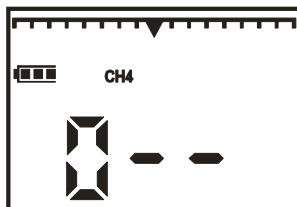

Рисунок 9.2
1) на воздухе, не содержащем горючих газов, перевести газоанализатор в режим "ПОДСТРОЙКА НУЛЯ". Для этого необходимо при нажатой кнопке "ОТКЛ" включить газоанализатор. После появления на индикаторе надписи "0 - -" отпустить кнопки (рисунок 9.2);